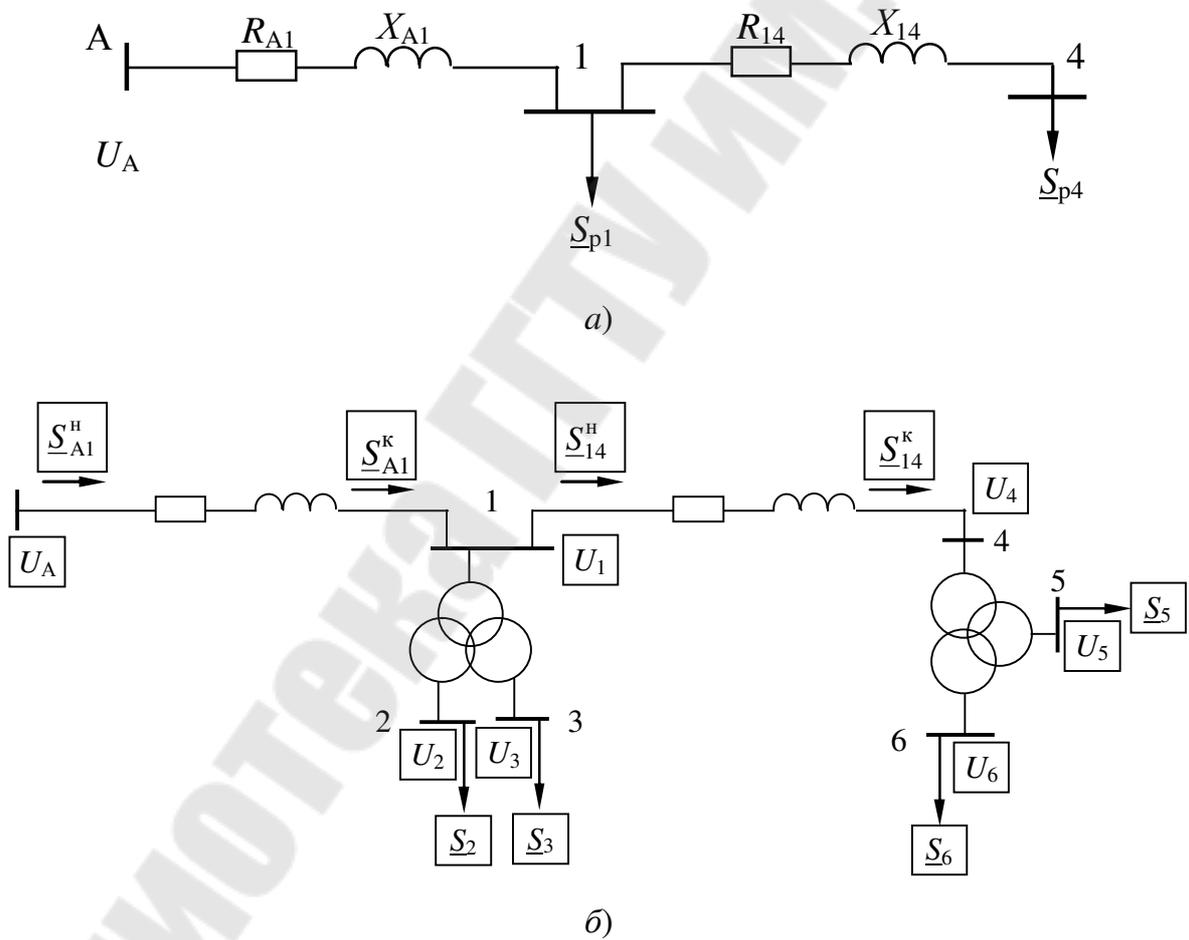

Рис. 4.2. Расчетная (а) и режимная (б) схемы сети
- 2) составить расчетную схему (рис. 4.2, а) и определить расчетные нагрузки \underline{S}_{pi} ;
- 4) результаты расчета потоков мощности на участках сети и напряжений в узлах нанести на режимную схему (рис. 4.2, б).